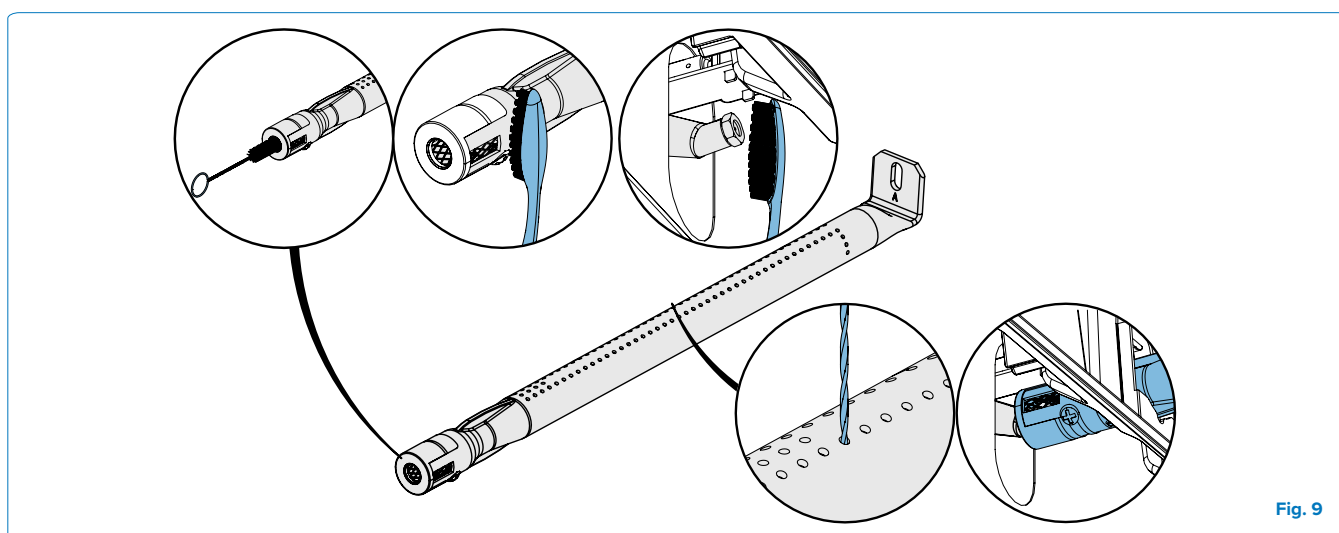

Fig. 9
1. Retirez la ou les vis qui fixent le brûleur à la paroi arrière du barbecue. Faites glisser le brûleur vers l'arrière et vers le haut pour le retirer. **(Fig.9)**